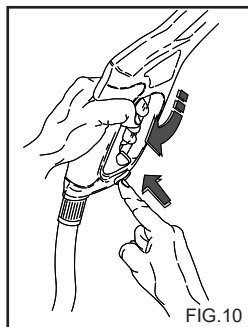

FIG. 10
- Quand le nettoyeur haute pression n'est pas utilisé, fermer le dispositif de sécurité de la poignée. (fig. 10).